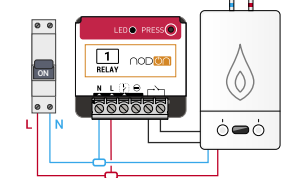

Figure 3
- Câblez le module multifonction selon le schéma figure 3, en prenant soin de raccorder les 2 fils de pilotage du thermostat d'ambiance (voir notice de la chaudière).